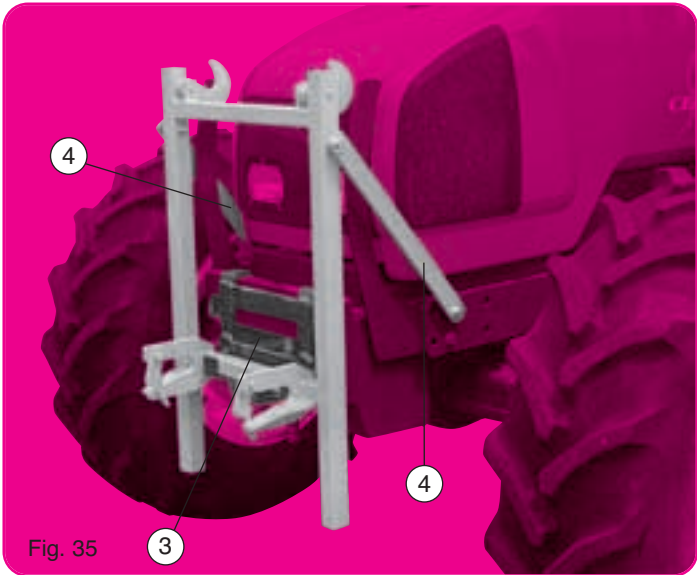

Fig. 35
Seules les bineuses "F" et "V" peuvent être adaptées sur ce type de relevage. Montages possibles, 4 rangs maïs, 6 rangs betterave rigide (barre porte-outils 4,50 m maximum). L'équipement frontal se compose d'un bloc porte vérin avec bielle ❶ et 2 bras de poussée ❷, d'un cadre d'attelage automatique Fig 35 et d'un effaceur de traces de tracteur Fig 38. Prévoir une pièce d'appui en ❸ avec fixation au niveau de la chape du tracteur. Prévoir également de chaque côté 1 ou 2 tirants stabilisateurs ❹.
Only the "F" and "V" versions can be assembled on such a tractor. The possible assemblies : 4-row SCD rigid cultivator for maize, 6-row rigid model for sugarbeet (maximum of 4,50 m bar). The equipment consists of hydraulic frame with rod ❶ and 2 lift arms ❷, an automatic hitch frame Fig. 35 and tractor track eradicators Fig. 38. A support part in ❸ with fixation on the tractor fork should be envisaged. Also required, would be 1 or 2 stabilizing tie-rods on either side ❹.
Nur die Hackmaschinen "F" und "V" können an diesem Hubtyp angebracht werden. Die möglichen Montagen : 4-reihige Hackmaschine Mais, 6-reihige starr (Werkzeugschiene 4,50 m max.). Für diese Hackmaschine wird eine separate Fronthydraulik geliefert. Diese besteht aus einem Hydraulikrahmen mit Hydraulikzylinder ❶ und 2 Schubarmen ❷, einem automatischen Anbaurahmen Abb. 35 sowie einem Schlepperspurlockerer Abb. 38. Es ist empfehlenswert, diesen automatischen Anbaurahmen zu verwenden, damit die Hackmaschine schnell an- und abgebaut werden kann ❸. Verwenden Sie für den automatischen Anbaurahmen 1 oder 2 Stabilisierungsstreben ❹.
Le versioni "F" e "V" possono montarsi su questo tipo di rialzo. I montaggi possibili : 4 file mais, 6 file barbabietola rigido (barra portaattrezzi 4,50 m mass.). L'attrezzatura frontale consta di un blocco portacilindro con biella ❶ e 2 bracci di spinta ❷, di un telaio di attacco automatico Fig. 35 e di un cancellatracce di trattore Fig. 38. Prevedere un pezzo di appoggio in ❸ con fissaggio al livello della flangia del trattore. Prevedere anche 1 o 2 tiranti stabilizzatori ❹ a ciascun lato.